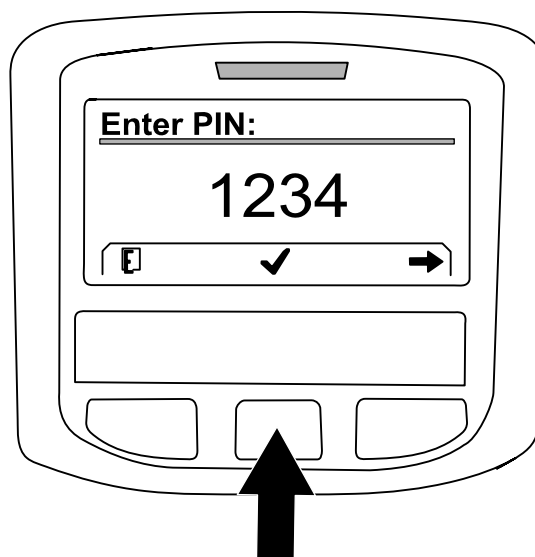
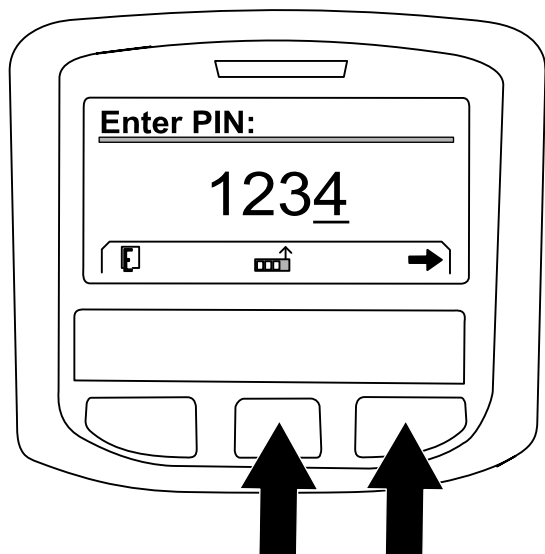

Figura 231
Figura 230
- A. Premete il pulsante centrale come opportuno per inserire il codice PIN per la posizione sinistra (Figura 230).
- B. Premete il pulsante destro per navigare alla posizione successiva del codice PIN (Figura 230).
- D. Una volta inserite tutte le cifre del codice PIN, premete il pulsante destro (Figura 230) e poi il pulsante centrale per inserire il codice PIN (Figura 231).